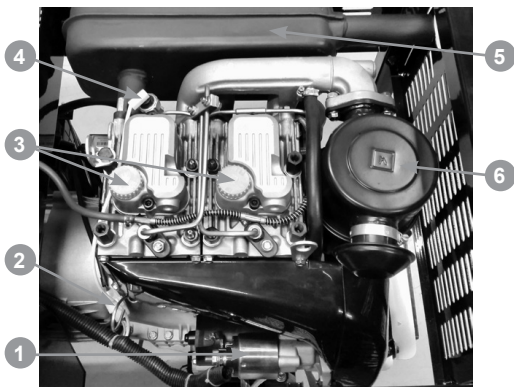

Рис. 2
3. Извлеките масляный щуп (Рис. 2 п. 2).
5. Аккуратно вытащите щуп и осмотрите его (Рис. 8). Уровень масла должен соответствовать верхней отметке на щупе. При недостаточном уровне масла в картере необходимо долить чистое масло до верхней отметки на щупе. Для долива масла в двигатель выкрутите крышку маслозаливной горловины в крышке клапанов двигателя (Рис. 2 п. 3) и с помощью воронки залейте необходимое количество масла. После окончательной проверки установите щуп на место и закрутите крышку маслозаливной горловины.
4. Выкрутите крышку маслозаливной горловины (Рис. 2 п. 3).